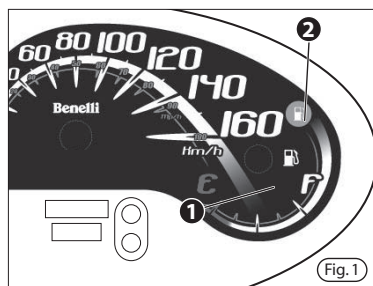

Fig. 1
- 2) Ruotare la chiave in senso antiorario e sollevare la sella (fig.1)
- 2) Turn the key anticlockwise and lift seat (fig.1)
- 2) Tourner la clé dans le sens des aiguilles d'une montre et lever le couvercle (fig. 1)
- 2) Den Schlüssel nach rechts drehen und die Klappe anheben (Abb. 1)
- 2) Girar la llave en sentido antihorario y abrir la sella (fig. 1).
L'indicatore 1 (fig. 1) posto nel quadrante destro del cruscotto segnala la quantità di carburante nel serbatoio.
La spia di riserva 2 (fig.1) si accende quando rimangono circa 50 Km di autonomia. Quando la spia si accende, ti consigliamo di fermarti al più vicino distributore per il rifornimento.
The gauge located on the right side of the dashboard 1 (fig. 1) indicates the quantity of fuel in the tank.
The reserve light 2 (fig.1) comes on when 50 km (30 miles) of autonomy remain. When the light comes on, you are recommended to stop at the nearest station for refuelling.
La jauge placé dans le cadran droit du tableau de bord 1 (fig. 1) indique la quantité de carburant contenue dans le réservoir.
Le témoin de réserve 2 (fig.1) s'allume lorsqu'il reste environ 50 Km d'autonomie. Lorsque le témoin s'allume, arrêtez-vous dans la station-service la plus proche.
Der Anzeiger im rechten Viertel des Armaturenbrettes 1 (Abb. 1) zeigt an, wieviel Treibstoff im Tank enthalten ist.
Die Reserveanzeige leuchtet 2 (Abb.1) auf, wenn noch für ca. 50 km Treibstoff vorhanden ist. Es empfiehlt sich bei Aufleuchten der Reserveanzeige sofort die nächste Tankstelle anzufahren.
El indicador situado en el cuadrante derecho del salpicadero 1 (fig. 1) señala la cantidad de carburante en el depósito.
La espía de reserva 2 (fig.1) se enciende cuando quedan alrededor de 50 km.de autonomía.
Azionare l'interruttore 1 (fig.1) per segnalare l'intenzione di cambiare direzione:
Operate the switch 1 (fig.1) to signal that you intend to change direction:
Actionner l'interrupteur 1 (fig.1) pour signaler l'intention de changer de direction:
Den Blinkerschalter immer betätigen 1 (fig.1), um einen Richtungswechsel anzuzeigen:
Accionar el interruptor 1 (fig.1) para señalar la intención de cambiar de dirección: